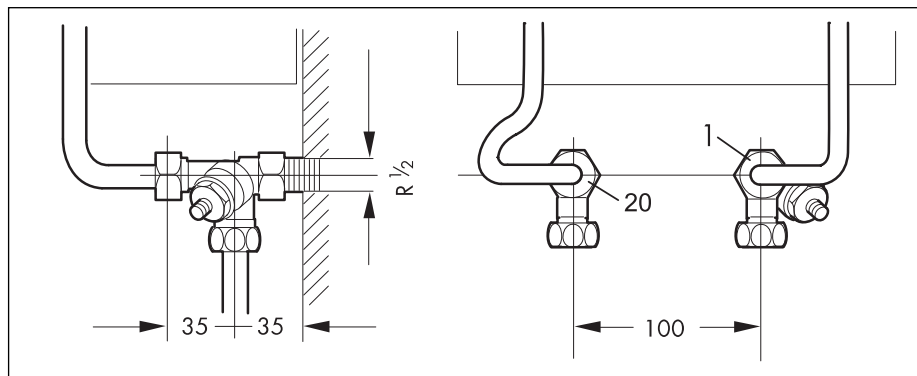

Рис. 5.4 Скрытый монтаж, подключение холодной воды к VED; Размеры в мм
(Рис. 5.4 ... 5.7)
5.5.3 Скрытый монтаж при удаленных водоразборных точках (рис. 5.4)
Подсоединительные патрубки, как показано на рис. 5.4, навинтить на двойные ниппели и соединить с прибором.
Пояснения к рис. 5.4 и 5.5
- для присоединения холодной воды прямо на VED.../4 EP, как показано на рис. 5.4 и 5.6
- для прямого и удаленного отбора воды, как показано на рис. 5.4 и 5.6